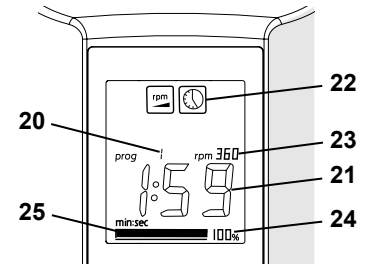

Fig. 7
- ⇒ Pulse la tecla de programa „P“ (2).
- ⇒ Seleccione el programa deseado girando el botón de control (1).
- ◆ Del programa seleccionado se indicarán (Fig. 7):